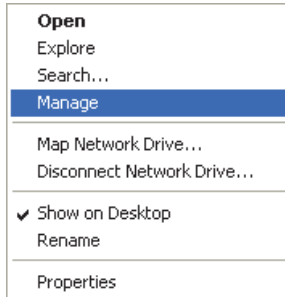

图 7-10 我的电脑图标的快捷菜单
2. 在快捷菜单中，点击 **Manage**（管理）（参见第 200 页的图 7-10）。